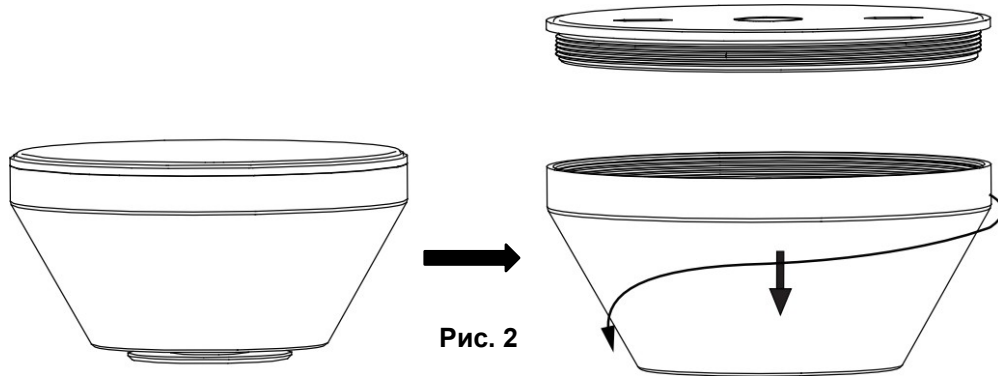

Рис. 2
- Зніміть кришку з навісу, повернувши її проти годинникової стрілки. (Рис. 2)